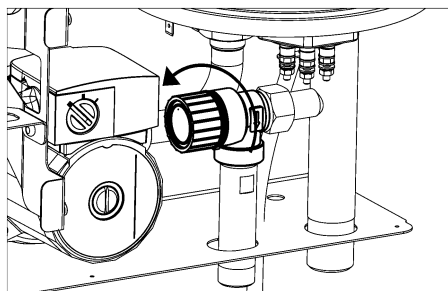

Рисунок 16. Поворот крышки клапана
12.4 В начале отопительного сезона перед запуском котла необходимо выполнить промывку предохранительного клапана – повернуть поворотную крышку в направлении стрелки (см. рис. 16).